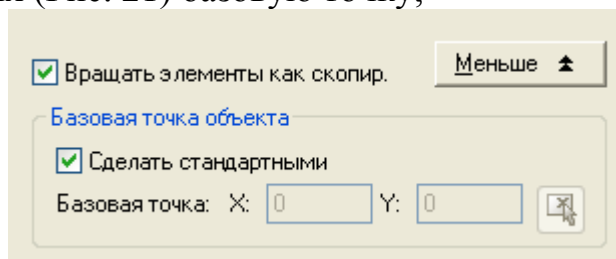

Рис. 21. Поля для ввода координат базовой точки объекта
- если щелкнуть на кнопке **Больше**, то можно указать в соответствующих полях (Рис. 21) базовую точку;